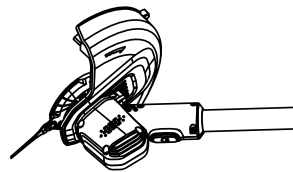

Abb. 10-2
- Lassen Sie die Taste los und stellen Sie sicher, dass der Trimmkopf gesichert ist. (Abb. 10-2)